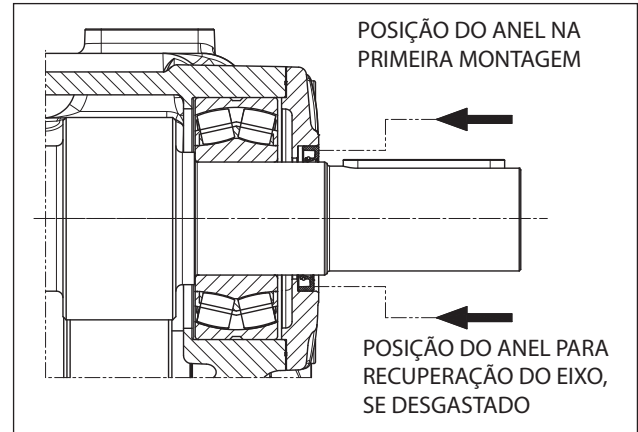

Fig. 118
Antes de proceder com a montagem do anel de estanqueidade radial, verifique as condições da borda de estanqueidade. Se for necessária a substituição, posicione o novo anel, conforme indicado na Fig. 118.
**Cada vez que o eixo PTO apresente um desgaste no diâmetro em correspondência com a borda de estanqueidade, para evitar a operação de retificação, pode-se posicionar o anel na segunda fase, conforme indicado na Fig. 118.**